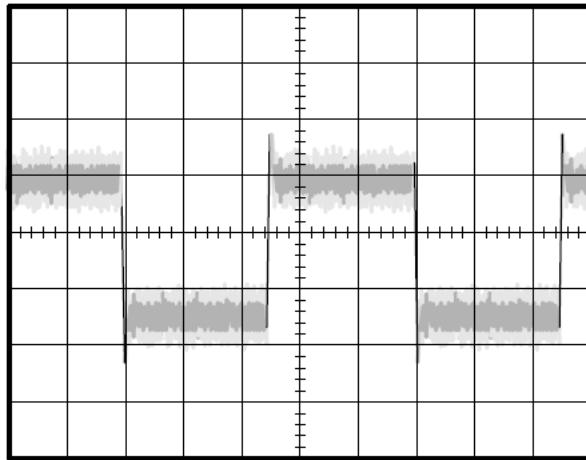

Figura 16. Señal con ruido.
**Análisis del detalle de la señal.** Imagine que el osciloscopio muestra una señal con ruido y que necesita saber más acerca de ella. Sospecha que la señal contiene muchos más detalles de los que puede ver ahora en la pantalla. Figura 16.